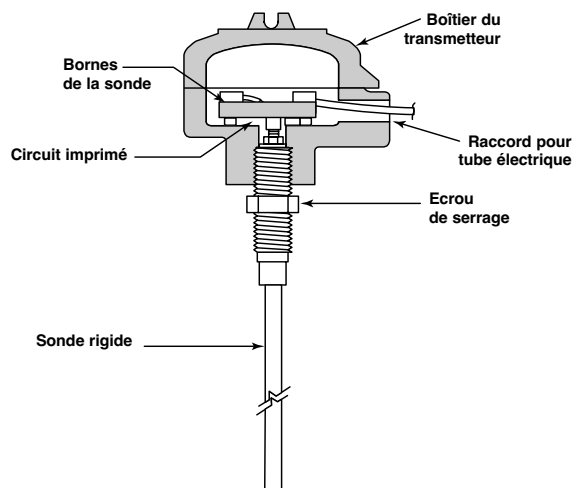

Figure 2
2. Bien serrer, en veillant à placer la clef **UNIQUEMENT** sur l'écrou du presse-étoupe. Voir **figure 2**.
4. Visser le boîtier en le serrant manuellement. Le boîtier peut être serré à la clef pour aligner le raccord pour tube électrique avec ce dernier. Voir **figure 2**.